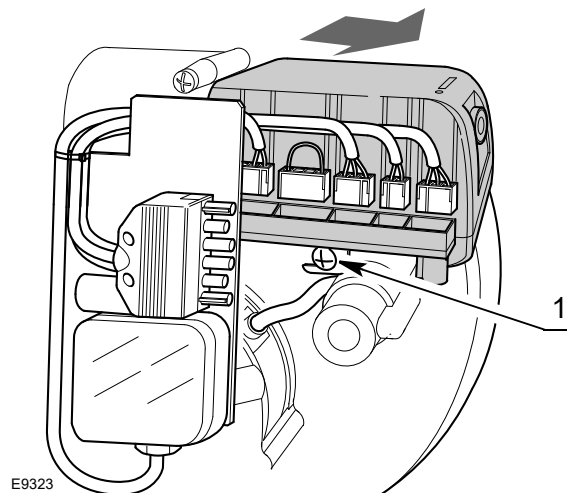

Abb. 16
- alle an ihm angeschlossenen Verbinder, den 6-poligen Stecker, die Hochspannungskabel und den Erdleiter (TB) abnehmen;
- die Schraube 1)(Abb. 16) abschrauben und das Steuergerät in Pfeilrichtung ziehen.
- die Schraube 1)(Abb. 16) mit einem Anzugsmoment von $1 \pm 1,2$ Nm anschrauben;